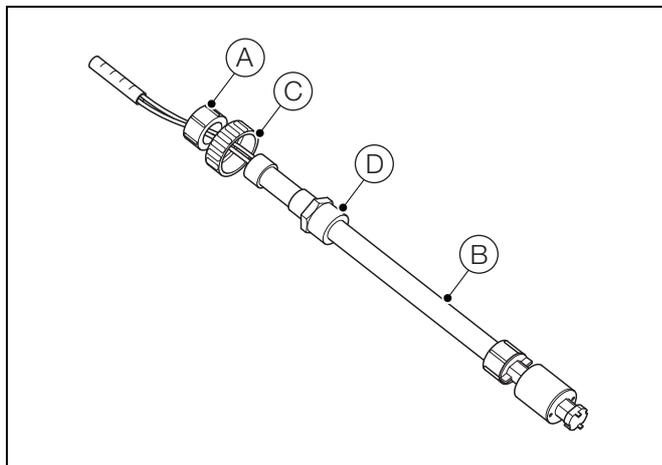

Fig. 4.12 Sensore di livello del reagente
Prestare particolare attenzione durante l'installazione dei reagenti per evitare contaminazioni. Mantenere asciutto il sensore di livello del reagente ed evitare di toccare lo stelo. Maneggiare il sensore di livello tenendolo per l'anello di fissaggio (A) – vedere la Fig. 4.12.